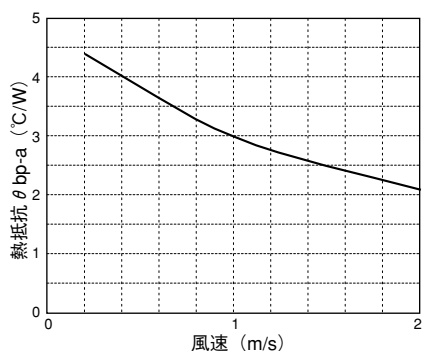

図1-3 ベースプレート-空気間の熱抵抗対風速 (代表値)
となります。ここで、図1-3より、
- 図1-3～図1-8のデータは代表値であり、測定条件等により変化いたします。実際の放熱設計においては算出値に対し、十分マージンを持った設計をされることを推奨いたします。